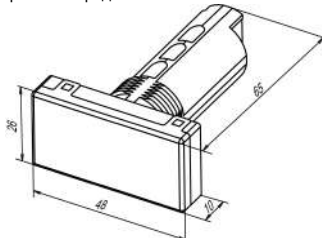

Рисунок 4 – Габаритные размеры корпуса Щ9
1. Подготовить в щите круглое отверстие диаметром 22,5 мм (для предотвращения прокручивания прибора отверстие следует выполнить сложной формы, см. рисунок 4).